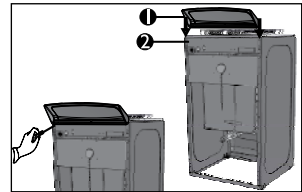

Figura 19
- Con la ayuda de un destornillador fije el espaldar con los tornillos por la parte posterior de la estufa. Coincidiendo las perforaciones del espaldar con los orificios de esta (Ver figura 19).